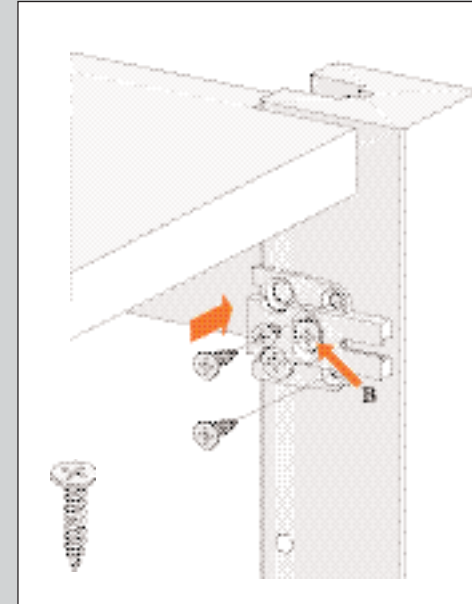

ABBILDUNG 5
3. Sorgen Sie dafür, dass die Montageplatte gerade auf dem Pfosten sitzt. Drehen Sie jetzt die beiden zusätzlichen Schrauben in die Montageplatte ein (siehe Abb. 5).